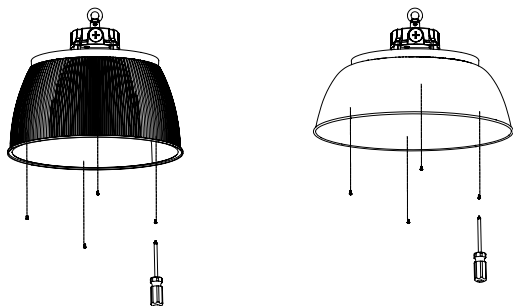

Figura 13
2. Confirmar instalación: Asegúrese de que el reflector esté bien sujeto. (Consulte la Figura 13).